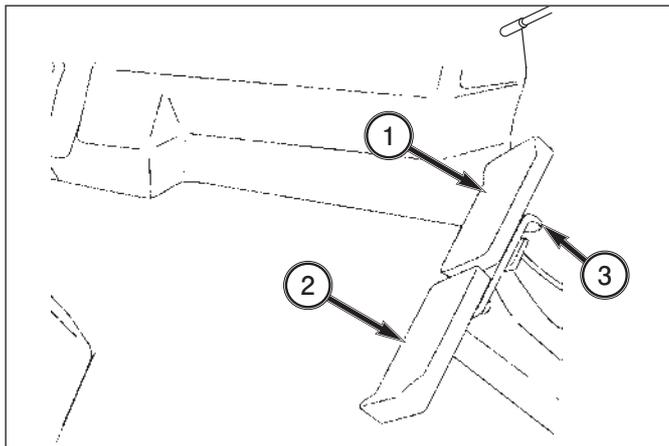

FIG. 4-14
**FIG. 4-14:** La pédale de frein intérieure (1) et extérieure (2) commande indépendamment les freins des roues gauches et droites respectivement, pour faciliter les virages.